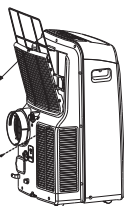

Abb.23
- Wenn der Wasserstand in der Bodenwanne ein bestimmtes Niveau erreicht, gibt das Gerät 8 "Beep"-Töne ab und im Display erscheint "P1". Der Klimatisierungs-/Entfeuchtungsprozess stoppt sofort. Der Lüftermotor läuft jedoch weiter (das ist normal). Bewegen Sie das Klimagerät zu einer Stelle, wo Sie den Ablaufstöpsel entfernen und das Wasser abließen lassen können (Abb. 23). Schalten Sie das Gerät neu an und die Anzeige "P1" verschwindet. Wenn der Fehler weiter auftritt, kontaktieren Sie bitte den technischen Dienst.
Dieses Klimagerät verfügt über zwei Filter. Nehmen Sie den oberen Filter in Pfeilrichtung ab. Nehmen Sie den unteren Filter, indem Sie ihn losschrauben (Abb. 23).